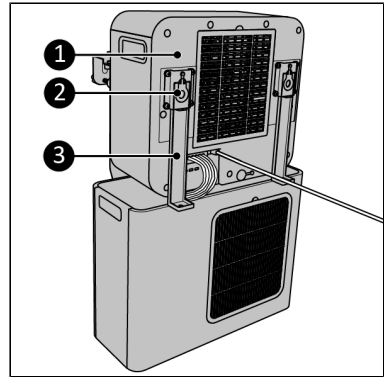

Figure 72.
6. Fixez les supports supérieurs pour caravane (Figure 72, pos. 3) à l'unité intérieure (Figure 72, pos. 1) en utilisant les crochets en caoutchouc (Figure 72, pos. 2).